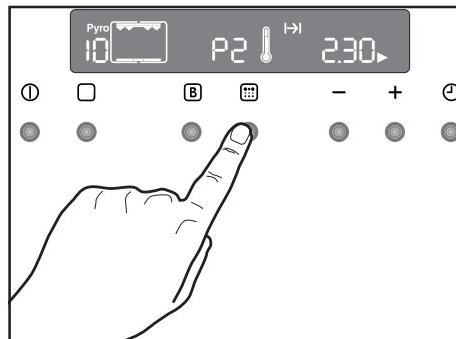

Abb. 22
4. Drücken Sie zur Bestätigung der gewünschten pyrolytischen Funktion die Taste . Die Anzeige "Pyro" blinkt nicht mehr und das Symbol  wird ausgeblendet, das akustische Signal verstummt, die Innenbeleuchtung erlischt und die pyrolytische Reinigung startet (Abb. 22).
Drücken Sie jetzt die Taste der Zeitfunktion  (Abb. 22). Das Symbol "Garendes"  und das Pfeilsymbol  blinken. Auf der Bedienblende wird das Ende der Garzeit (aktuelle Uhrzeit plus angegebene Gardauer) angezeigt.